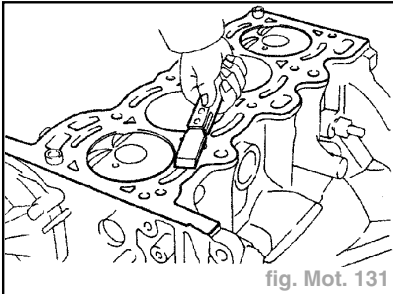
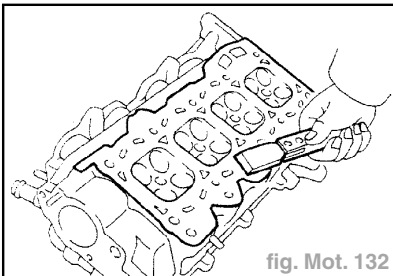

fig. Mot. 131
fig. Mot. 132
- Nettoyer les plans de joint (culasse - bloc-moteur) à l'aide d'un décapant spécifique et d'un grattoir (fig. Mot. 131) et (fig. Mot. 132).